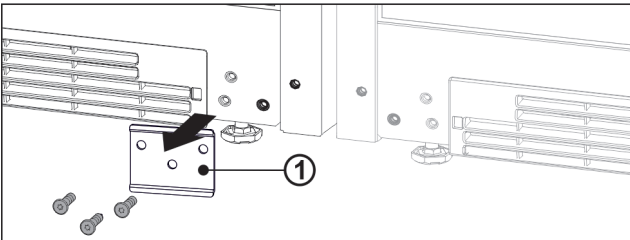

Fig. 13
- Jos levy Fig. 13 (1) on asennettuna, irrota levy.